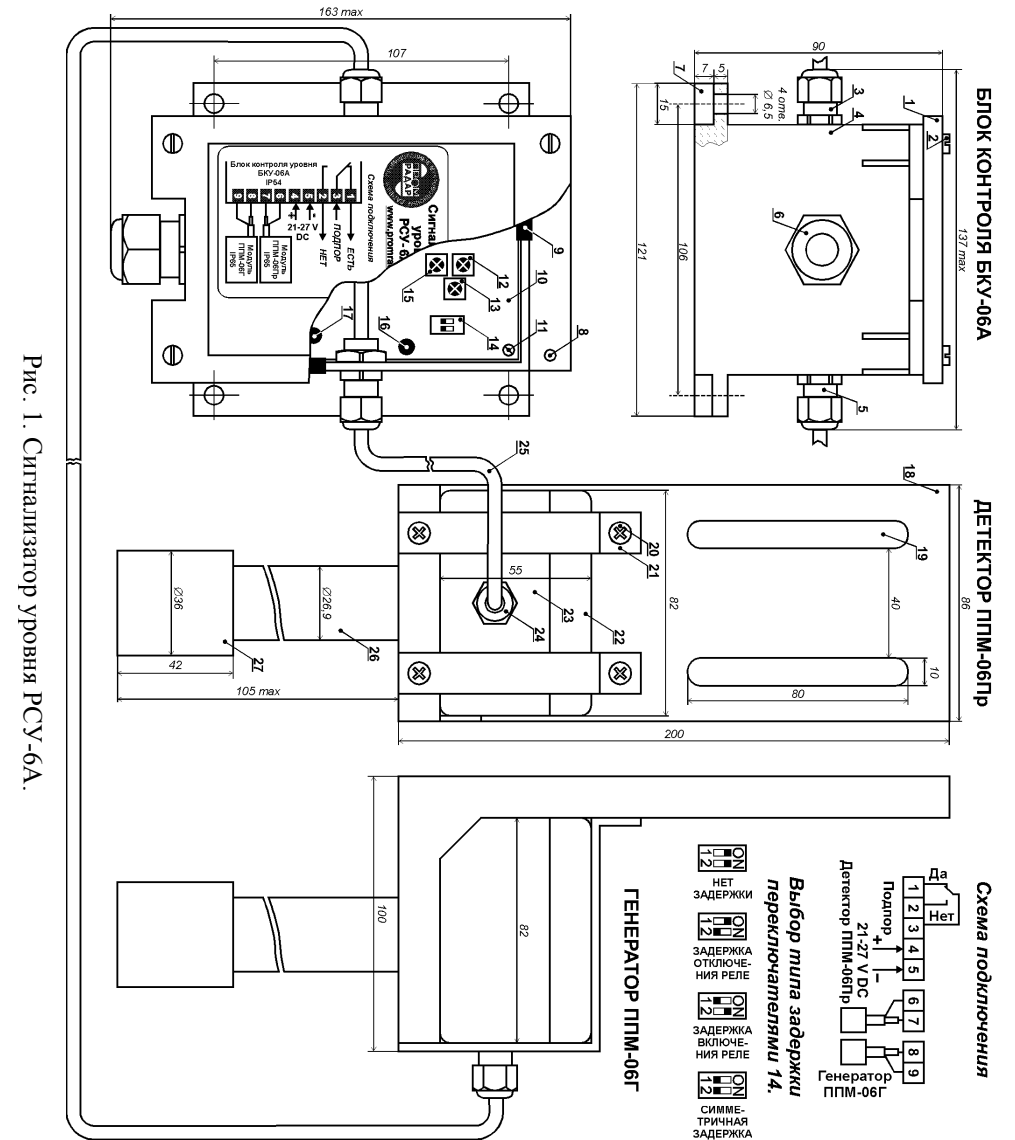

Рис. 1. Сигнализатор уровня РСУ-6А.
На рис. 1 показаны конструкция, органы регулировки и схема подключения составных частей сигнализатора уровня РСУ-6А.
Задержка между появлением (пропаданием) сигнала и переключением контактов реле задается регулятором «Время» и состоянием переключателей 1 и 2. Если необходима только задержка включения или задержка выключения, то размыкается один из переключателей, при необходимости симметричной задержки - оба. Состояние переключателей показано в правой верхней части рис. 1.
Проверка работоспособности и настройка производятся после монтажа, непосредственно на контролируемом объекте. Схема подключения датчика и расположение органов настройки на печатной плате показаны на рис. 1.
5. Установить переключатели времени задержки в положение «Нет задержки» (рис. 1).